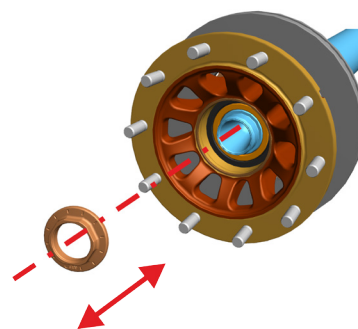

Abb. 7: Achsmutter entfernen
2. Mit der SAF-Achsmutternuss (Teilenummer 04 434 3828 00) –Pos. 2–, -> Abb. 7 die Achsmutter durch Abschrauben vom Achsstummel entfernen.